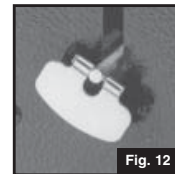

Fig. 12
■ Cierre la VÁLVULA AUXILIAR (O VÁLVULAS). Mueva LA PALANCA DE ENCENDIDO hacia ARRIBA (UP). (Fig. 12 & 13)